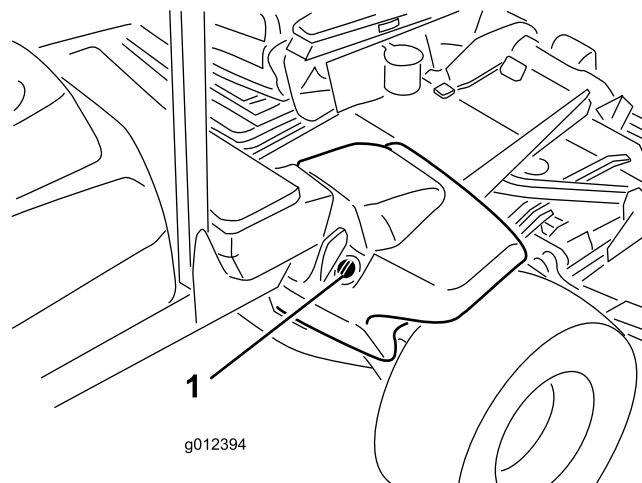

図 22
2. 油圧オイルタンクの注油口周辺をきれいに拭き、キャップを外す 図 22。